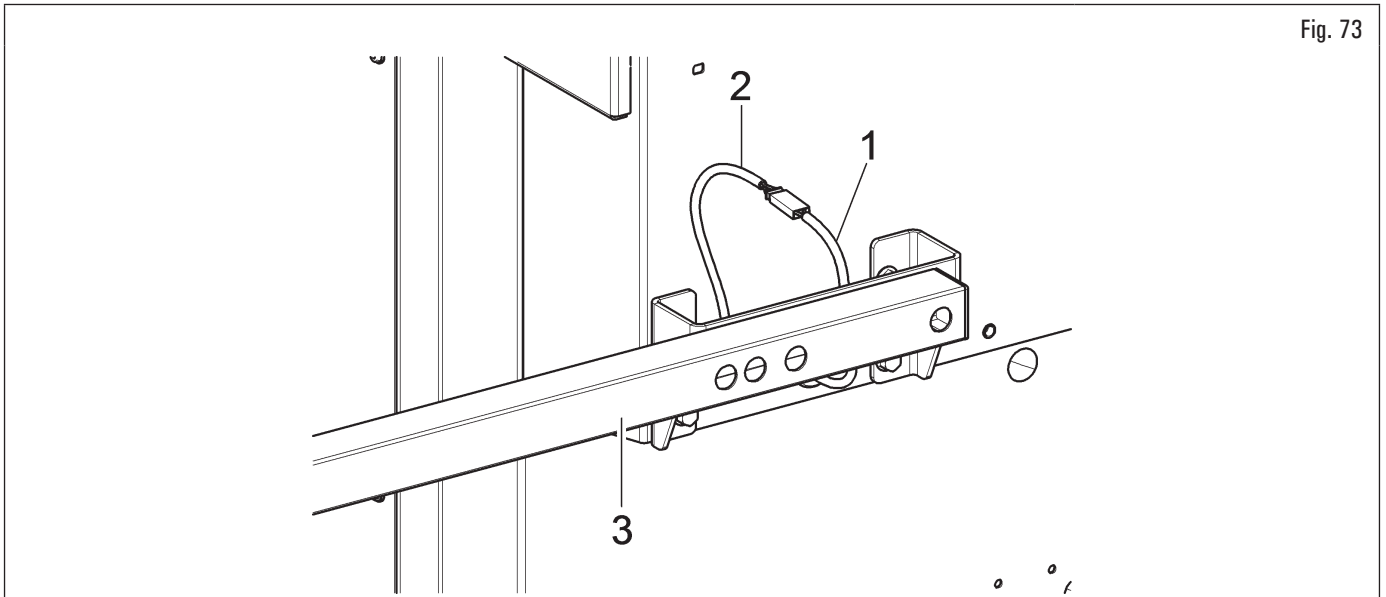

Fig. 73
- collegare il connettore (Fig. 73 rif. 1) del cavo proveniente dall'interno dell'apparecchiatura sul connettore (Fig. 73 rif. 2) del cavo che esce dal braccio del calibro. Inserire la porzione di cablaggio con i connettori all'interno del braccio (Fig. 73 rif. 3);